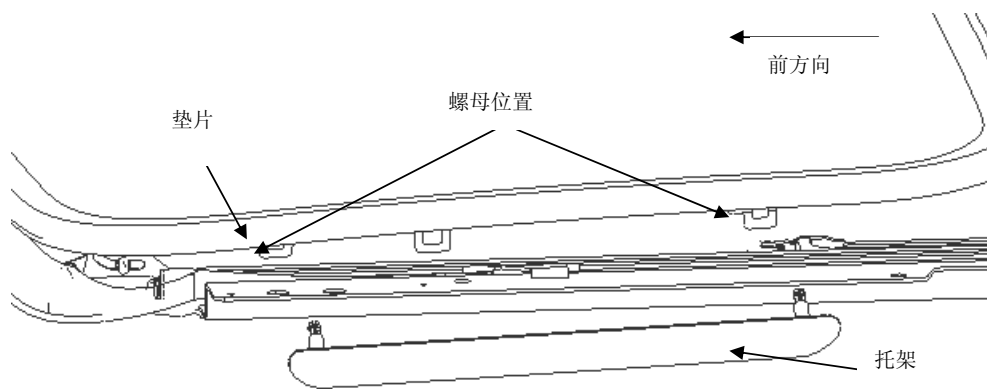

图 8-84 拆托架及螺母
3. 卸下塞盖和螺钉，然后拆下两个托架盖，最后将螺母和垫片从玻璃托架上拆下，见图 8-84。